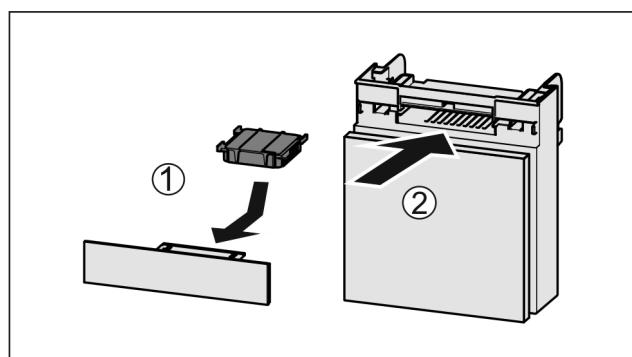

Fig. 117
- Поставете Fig. 117 (1) филтъра с активен въглен, както е показано на фигурата.
- Вкарайте Fig. 117 (2) отделението.